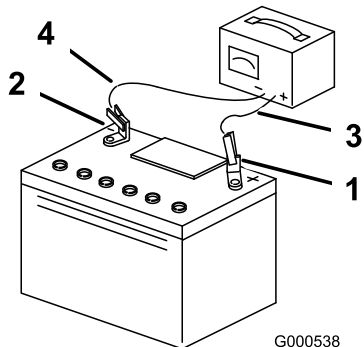

Figura 56
3. Atunci când bateria este complet încărcată, deconectai încărcătorul de la priza electrică, apoi deconectai cablurile încărcătorului de la clemele bateriei (Figura 56).